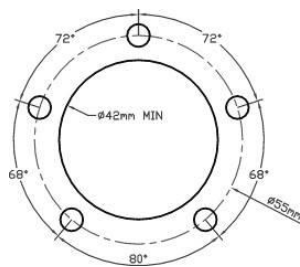

Fig. 4
- 1) Ove non presente, praticare un foro del diametro di \varnothing 42 mm necessario per l'inserimento della sonda del SDL e n. 5 fori da \varnothing 4mm per le viti di fissaggio, usando la flangia del sensore come dima (vedi Fig.4) per i fori.